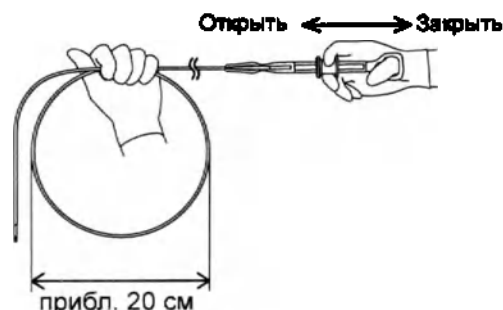

Рис. 3
- 1 Удерживая инструмент, как показано на Рис. 3, сформируйте петлю из вводимой части диаметром приблизительно 20 см.